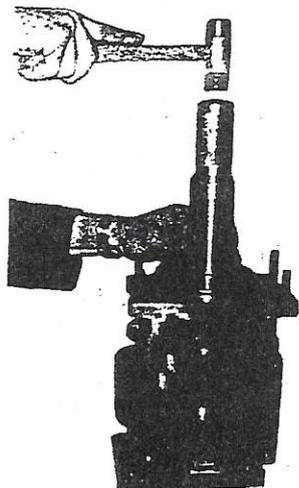

Fig. 35
- Montar o rolamento do veio primário com o introdutor especial U07-2400074 batendo com um martelo de plástico. (Fig. 35).